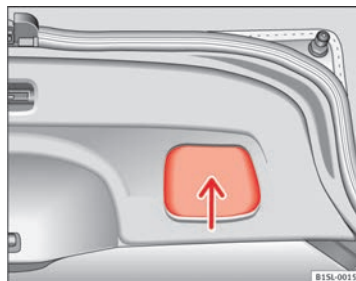

Fig. 23 Portón trasero abierto: cavidad para tilar.
- Agarre la cavidad del revestimiento interior del portón trasero ⇒ fig. 23 (flecha).